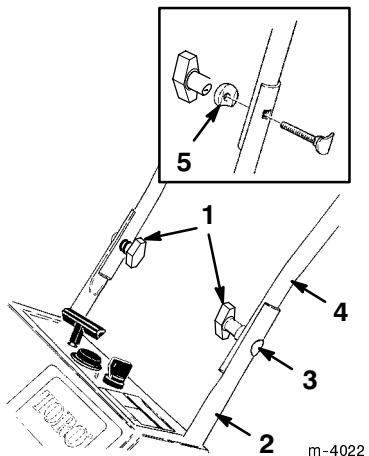

Figure 2
- Placez les extrémités de la partie supérieure du mancheron à l'intérieur de la partie inférieure, les trous en face les uns des autres (Fig. 2).
- 1. Bouton (2)
- 3. Boulon à tête fraisée bombée (2)
- 5. Rondelles bombées (2)
- Fixez la partie supérieure du mancheron à la partie inférieure à l'aide des boulons à tête fraisée bombée, des rondelles bombées et des boutons (Fig. 2).
Remarque : Veillez à bien aligner les boulons à tête fraisée bombée et les rondelles bombées (voir encadré à la Fig. 2).